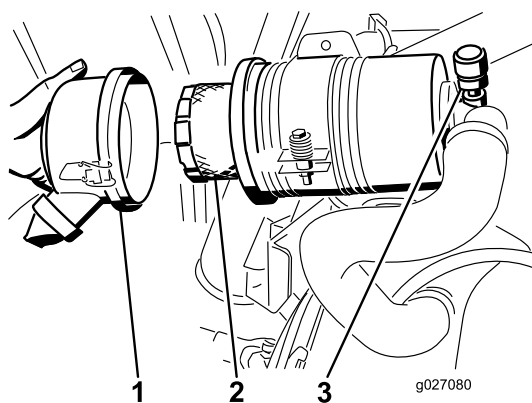

Figure 56
4. Déposez et remplacez le filtre (Figure 56).